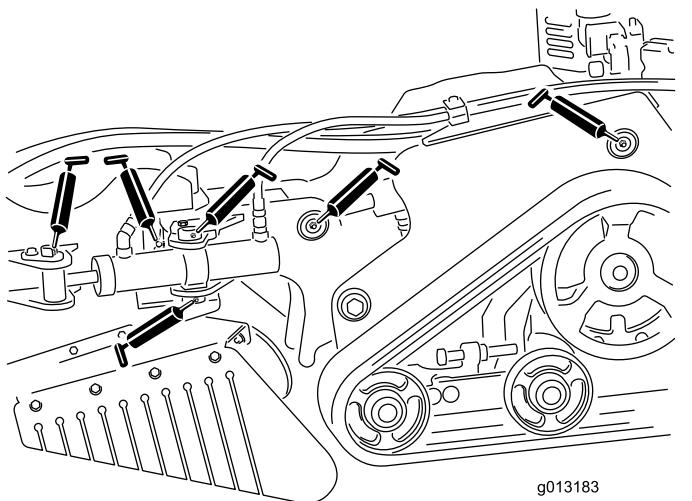
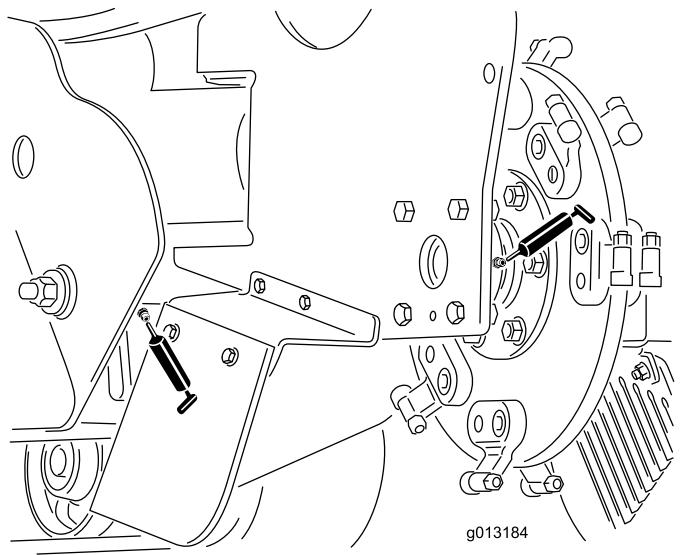

Figura 24
Figura 25
4. Conecte una pistola de engrasar a cada punto de engrase (Figura 24 y Figura 25).